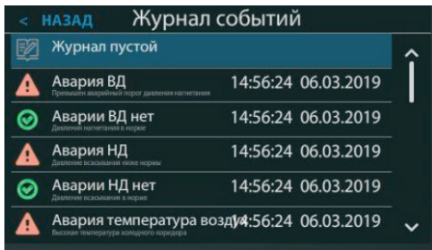

Рисунок 28 – Журнал событий
6.4.10 Журнал событий (рисунок 28)